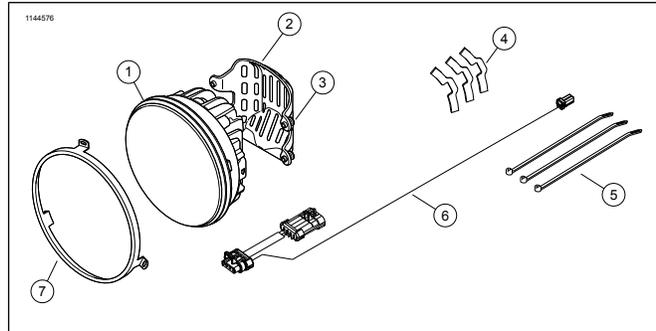

Figure 13. Pièces de rechange : Kit de phare à DEL
- Voir la Figure 13. Utilisez les vis (8) du kit pour installer le phare sur le support.